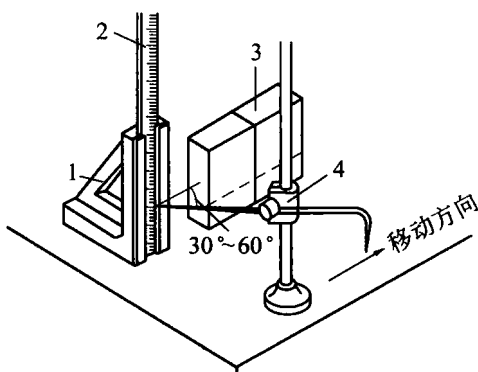

图10 划线盘及使用
(2)划线盘。划线盘是立体划线和校正工件位置时常用的工具(见图10)。